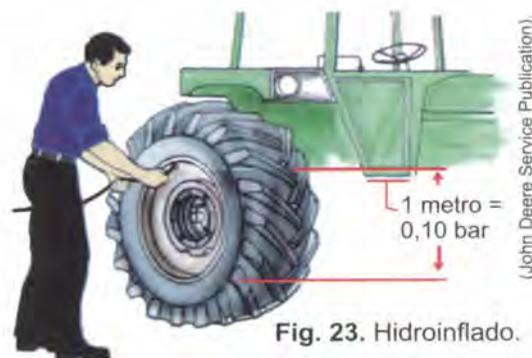

Fig. 23. Hidroyado.
- Agregando agua a los neumáticos (lastre hidráulico: hidroyado) (Fig. 23).